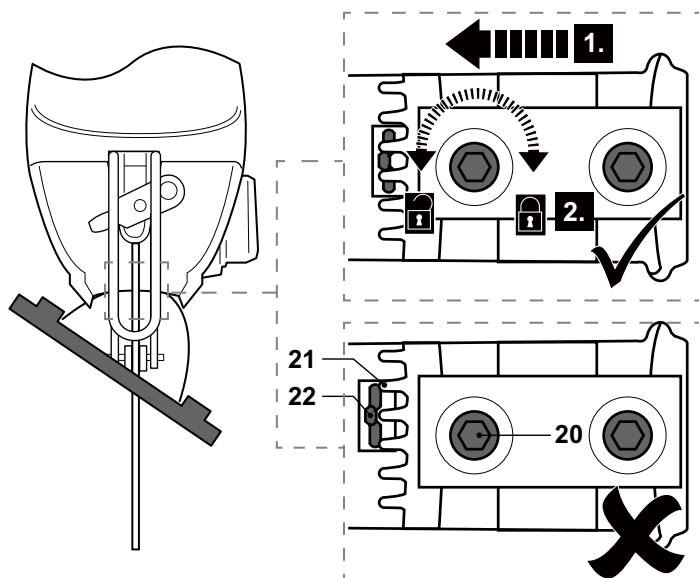

Fig. 9
> Desplace la placa base (11) hacia delante para acoplar los dientes (23) en el engranaje (22) (Fig. 9, paso 1).
> Aperte os 2 pernos de cabeça sextavada (20) com a chave sextavada (6) (Fig. 9, passo 2).